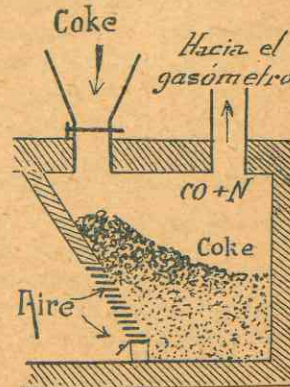

Fig. 254. - Esquema de un gasógeno industrial para la producción del gas de aire.
a) *Gas del aire* (fig. 254) que se obtiene haciendo pasar aire a través del cok incandescente: